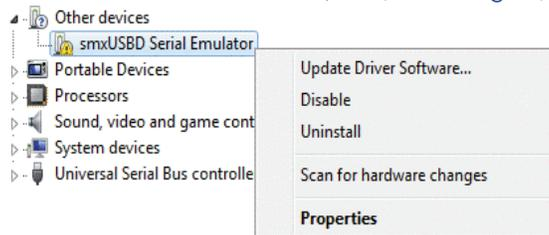

Abbildung 82 Geräte manager Windows 8/8.1
9. Klicken Sie unter **Other devices (Weitere Geräte)** mit der rechten Maustaste auf **smxUSB Serial Emulator** und wählen Sie **Update Driver Software (Treibersoftware aktualisieren)** aus (Abbildung 82).